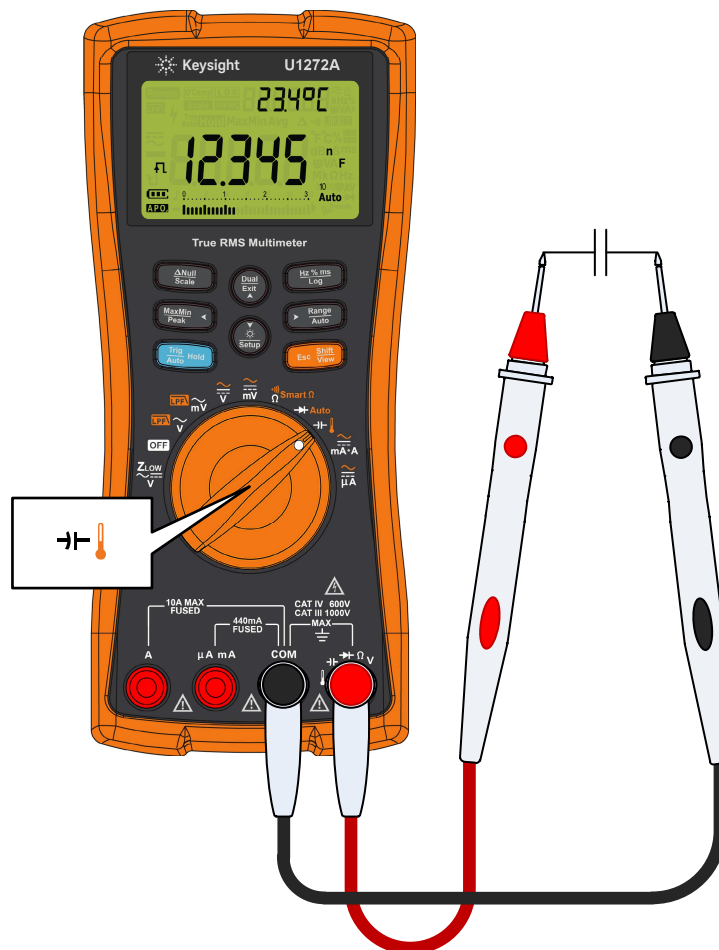

Figura 2-26 Misurazione della capacit  za
- 1 Per misurare la capacitanza, posizionare il selettore come $\rightarrow$ e impostare il multimetro come mostrato in Figura 2-26.